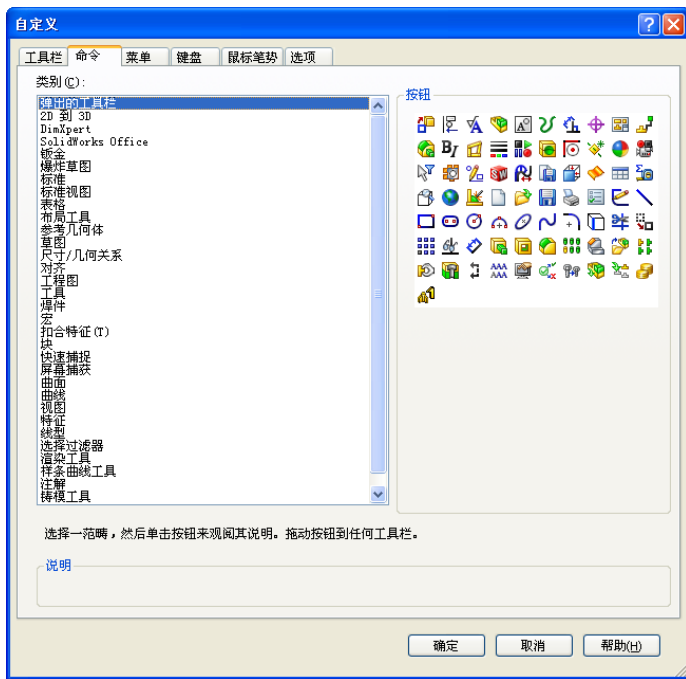

图 1-17 “自定义”对话框的“命令”选项卡
(1) 选择菜单栏中的“工具”→“自定义”命令,或者在工具栏区域右击,在弹出的快捷菜单中选择“自定义”命令,此时系统弹出“自定义”对话框。
(2) 单击该对话框中的“命令”选项卡,此时出现的“命令”选项卡的“类别”选项组和“按钮”选项组如图 1-17 所示。